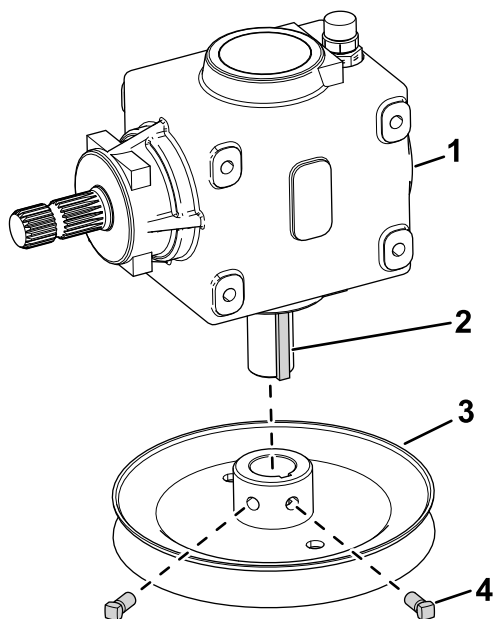
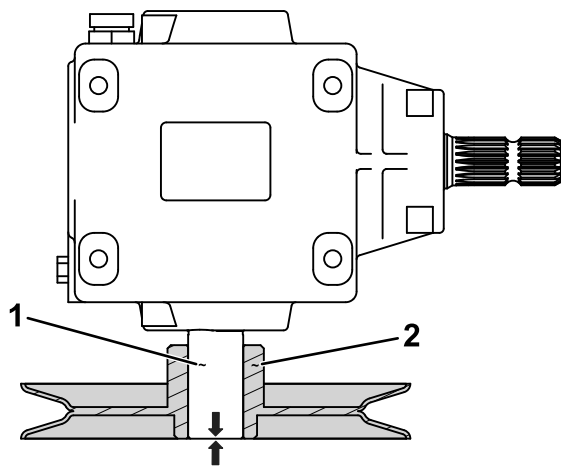

Figura 3
Figura 4
3. Retire os dois parafusos de cabeça quadrada da polia da caixa de velocidades existente (Figura 3).
- Aplique composto antigripagem no veio da caixa de velocidades (Figura 4) e ranhura.
- Certifique-se de que o veio está alinhado com a extremidade do cubo da polia (Figura 4) e que a chave quadrada (Figura 3) não está saída do cubo da polia.
9. Utilize os parafusos de cabeça quadrada para fixar a nova polia ao veio da caixa de velocidades (Figura 3).